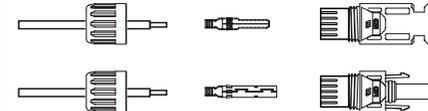

Figura 5.17 Desmontaje de la tuerca de la tapa del conector
1. Pele el cable de CC unos 7 mm y desmonte la tuerca de la tapa del conector. (ver Figura 5.17)